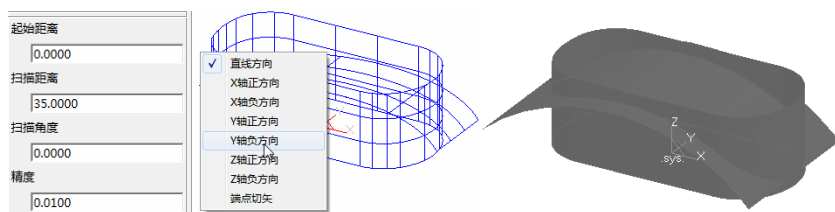

图 8-83 创建扫描曲面 2
2) 选择下拉菜单“造型”→“曲面生成”→“扫描面”命令, 或者单击“曲面生成栏”工具栏上的“扫描面”按钮, 填入起始距离、扫描距离、扫描角度和精度等参数, 按空格键弹出矢量工具, 选择“Y 轴负方向”为扫描方向, 依次拾取上一步所创建曲线, 扫描面生成, 如图 8-83 所示。